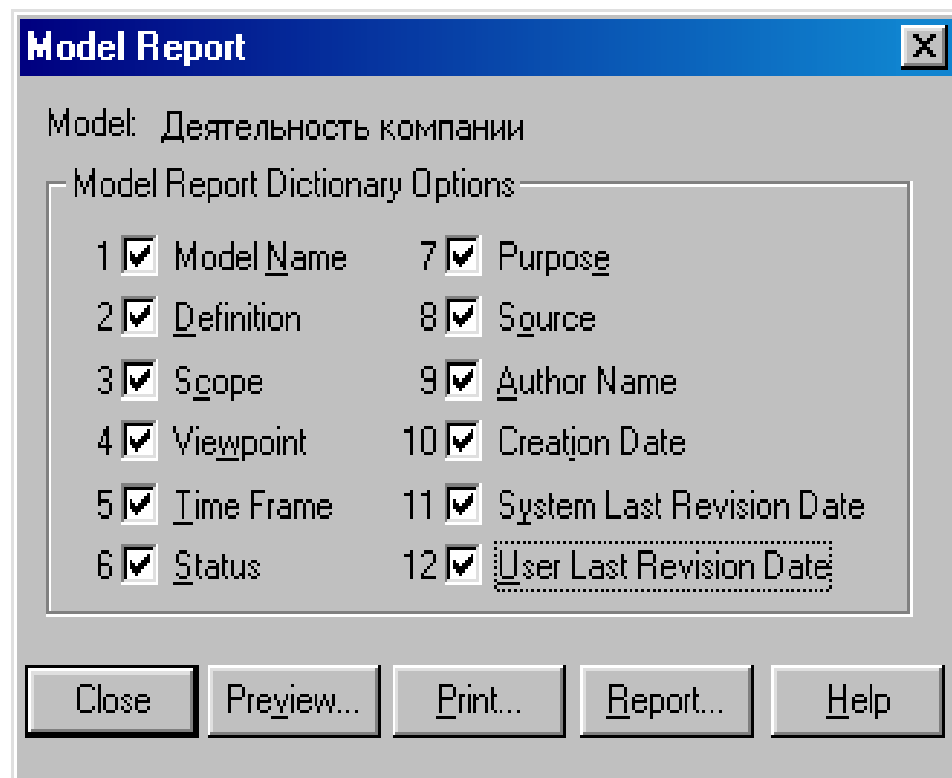
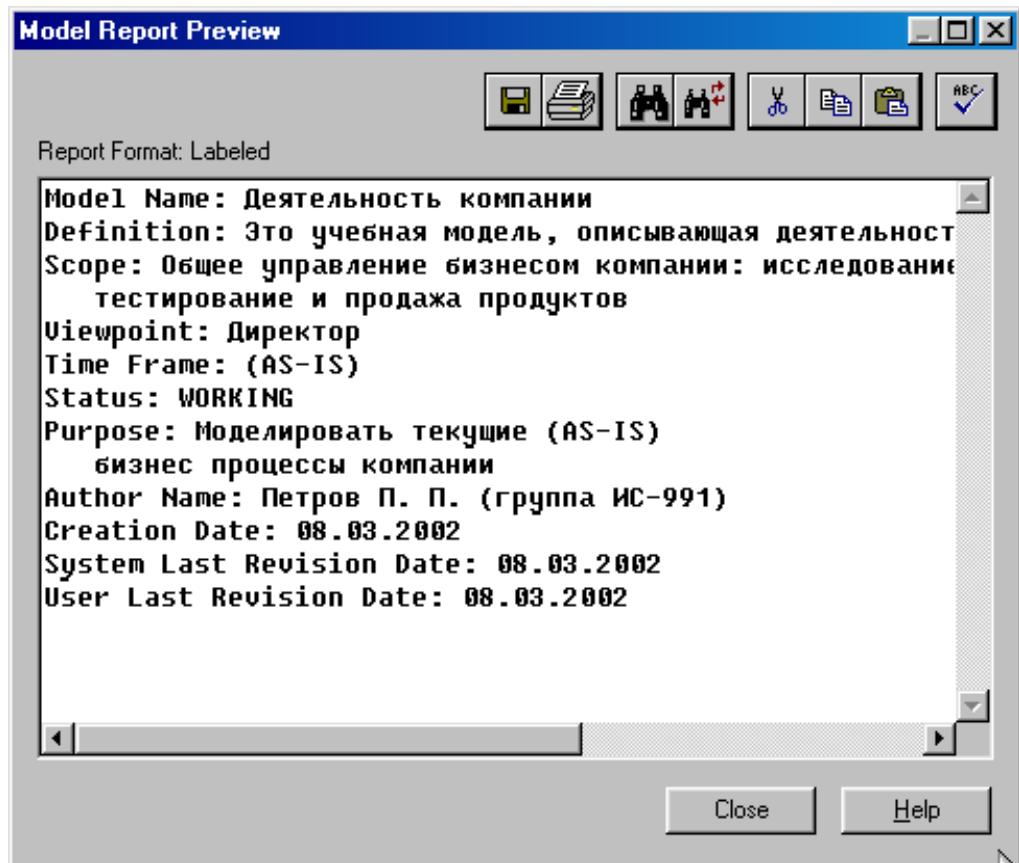

Рисунок 1.11 – Задание опций генерирования отчета **Model Report**
Рисунок 1.12 – Предварительный просмотр отчета **Model Report**
15. Создайте отчет по модели. В меню **Tools/Reports/Model Report** (рисунок 1.11) задайте опции генерирования отчета (установите галочки) и нажмите кнопку **Preview** (Предварительный просмотр) (рисунок 1.12).